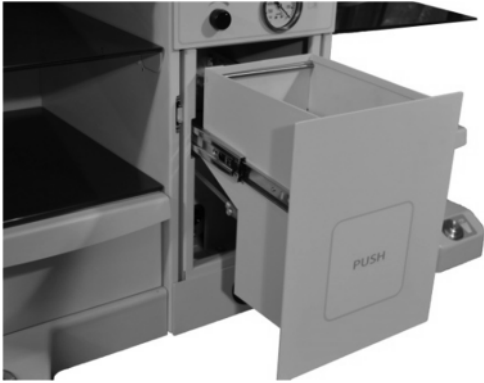

Fig. 90
1. Pulsando el mando de pie **M16** ó **M16A** , abrir la papelera **M8** (Fig. 90)